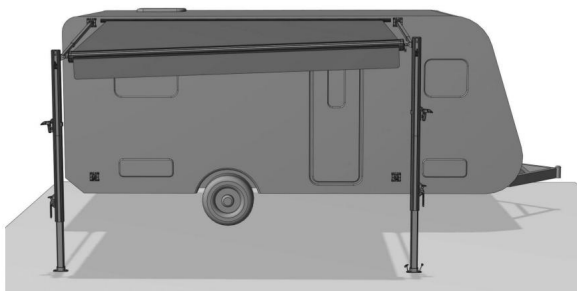

Abbildung D19
4.2.8 Wir empfehlen, die Markise nur als Sonnenschutz zu verwenden. Bei starkem Regen, Schnee und Wind schließen Sie die Markise bitte, um Schäden zu vermeiden. Wenn die Markise bei leichtem Regen verwendet wird, passen Sie die Länge des Stützbeins an und kippen Sie eine Seite der Markise, um das Wasser schnell ablaufen zu lassen. (Abbildung D19)